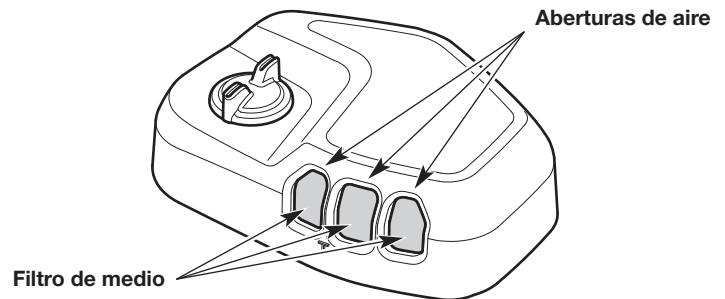

Fig. 33
9. Asegúrese de que el filtro de medio cubra completamente las aberturas de aire (Fig. 33). Si es necesario, retire la tapa del filtro de aire y ajuste el filtro de medio.